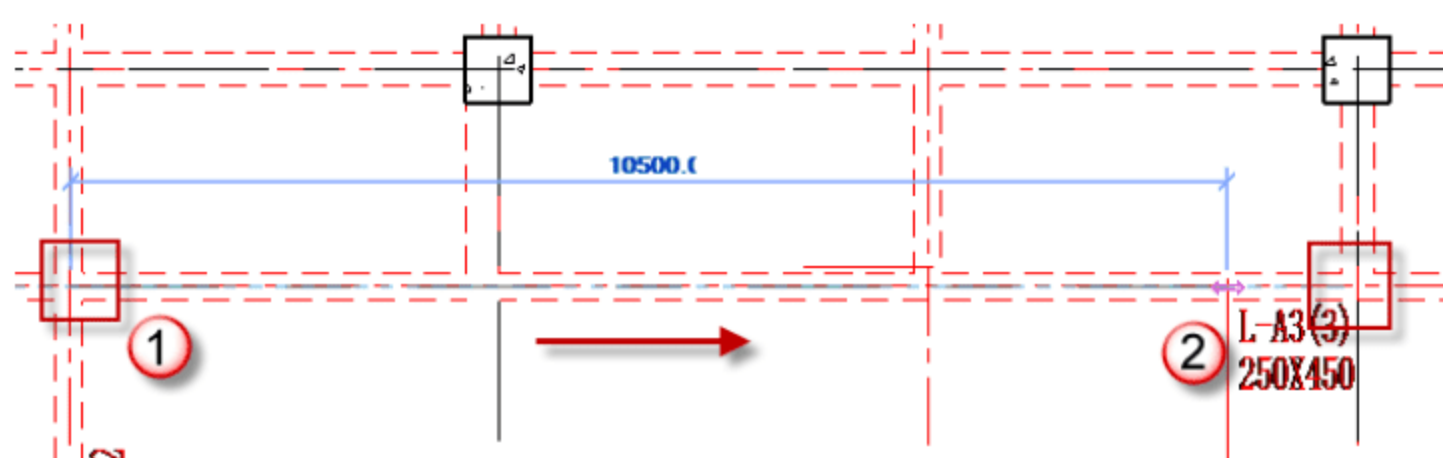

图 4.2.74 绘制 L-A3
(24) 绘制矩形框架梁 L-A3, 按快捷键 B+M, 放置平面为“标高 2”平面视图, 先单击起始柱的中心为起点, 后单击终止柱的中心为终点, 如图 4.2.74 所示。